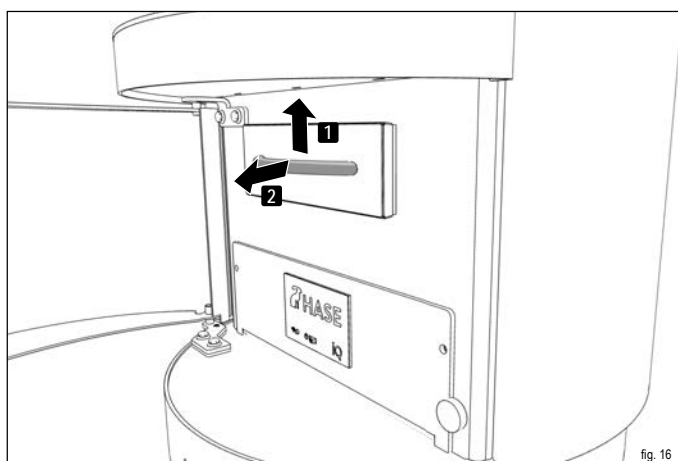

fig. 16
- ▶ **Estrarre dall'apertura il cassetto di raccolta della cenere presente sul coperchio (fig. 16).**
- ▶ Estrarre dall'apertura il cassetto di raccolta della cenere presente sul coperchio (fig. 16).